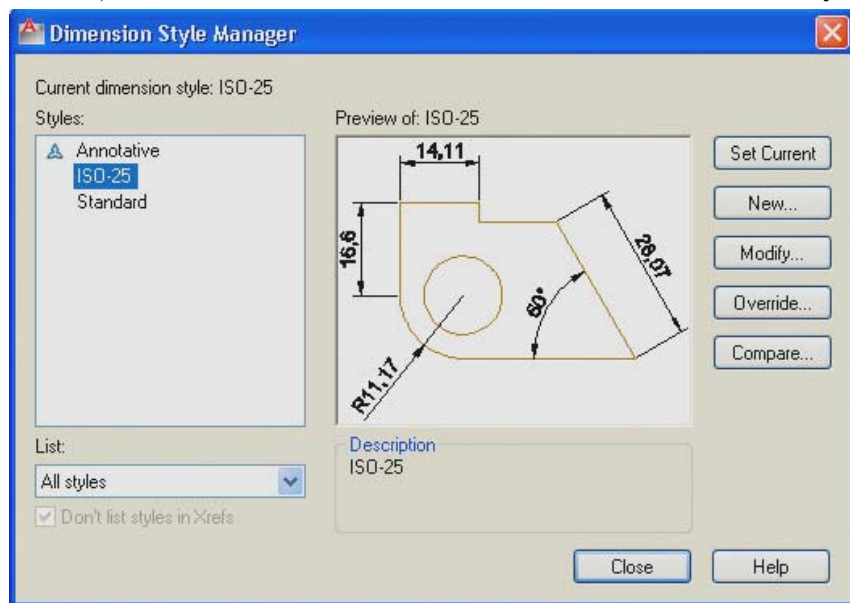

Рис. 3.12. Диалоговое окно **Dimension Style Manager** диспетчер размерных стилей
1. Щелкните мышью на кнопке  **Dimension style manager** (Диспетчер размерного стиля), панели инструментов styles (Стили). Появится диалоговое окно **Dimension Style manager** (Диспетчер размерных стилей) (рис. 3.12). Это окно можно вызвать из меню **Format/Dimension Style**.